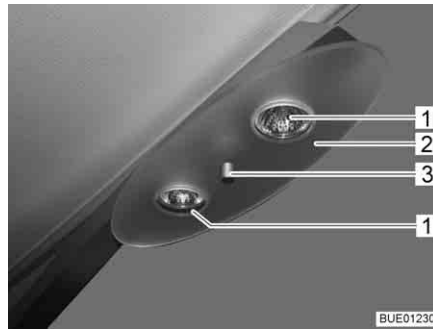

Bild 240 Halogendeckenleuchte
- Haltemutter (Bild 240,3) abschrauben und Deckplatte (Bild 240,2) abnehmen.
- Halogenglühlampe (Bild 240,1) entfernen.